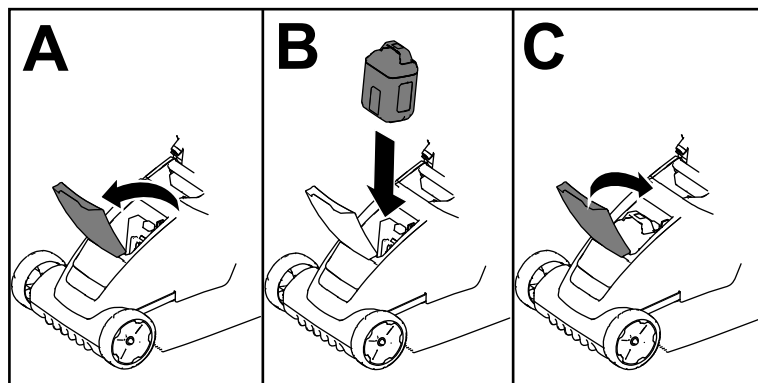

Bild 8
3. Öffnen Sie den Deckel des Akkukastens (A in Bild 8).
4. Richten Sie die Vertiefung im Akkupack mit der Nase an der Maschine aus und schieben Sie den Akkupack in den Kasten, bis er in seiner Position einrastet (B in Bild 8).
5. Schließen Sie den Deckel des Akkukastens (C in Bild 8).